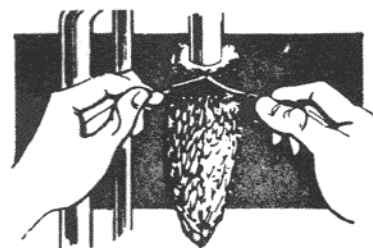

FIG. 4
3. Tie Mantle around groove in Burner Cap (Fig. 4). Use Mantle number as indicated on Globe Base Rest (Collar).
3. Attachez le manchon autour de la rainure du bec du brûleur, fig. 4. Utilisez toujours le manchon approprié, son numéro est indiqué sur la plaque d'appui du globe (collerette).